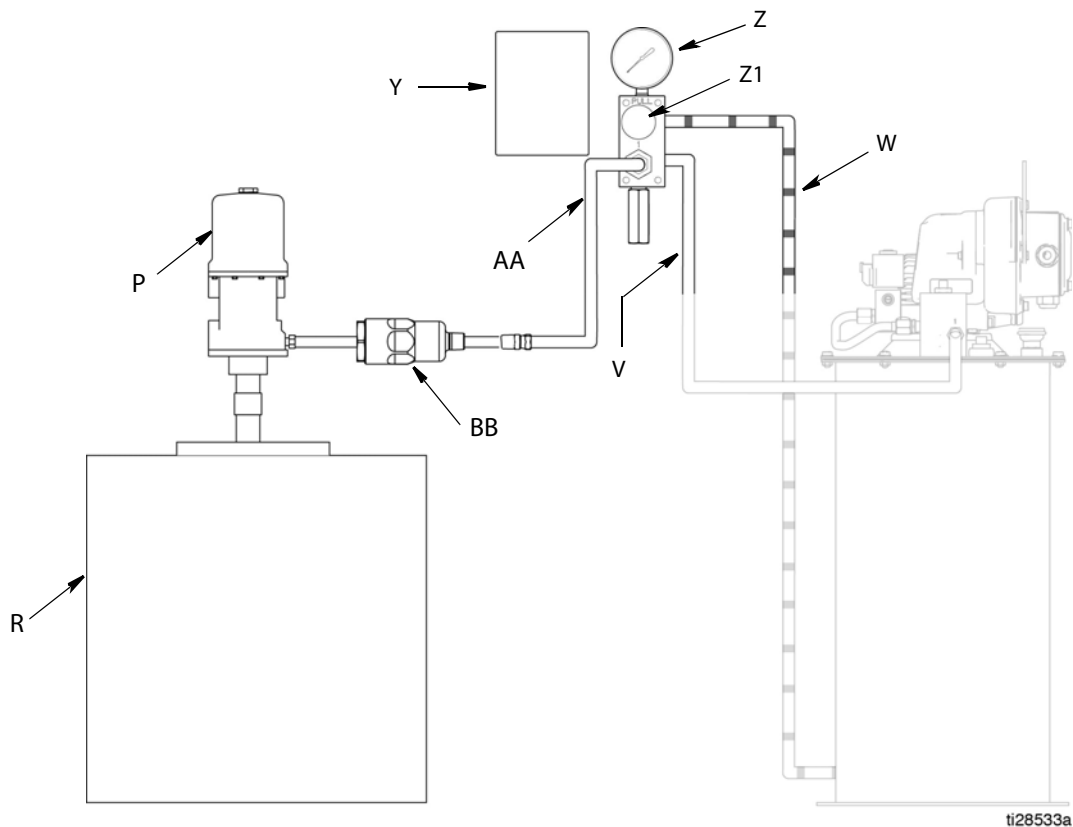

Рис. 2
**ПРИМЕЧАНИЕ.** Указанные на Рис. 2 компоненты относятся к уникальным функциям установки с клапаном заполнения. Полный перечень компонентов системы см. типовую схему установки на стр. 4.